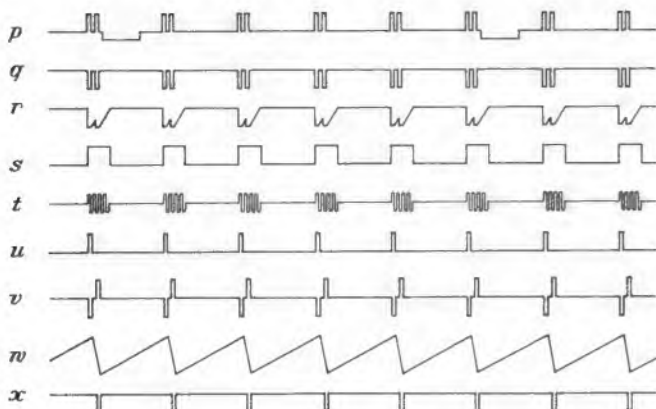

Bild 5. Impulsplan des Empfangsteiles
**b) Empfangsteil (Bild 5 und 6).**